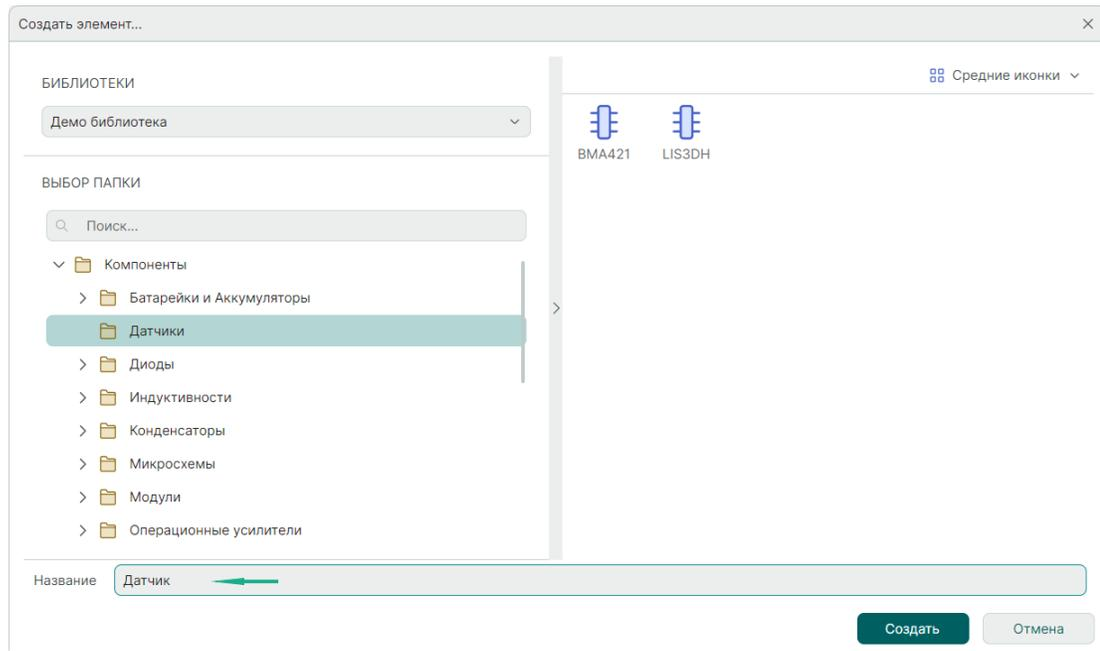

Рис. 204 Выбор папки и именование компонента
4. В поле «Создать элемент» → «Наименование элемента» введите имя нового компонента, см. Рис. 204.